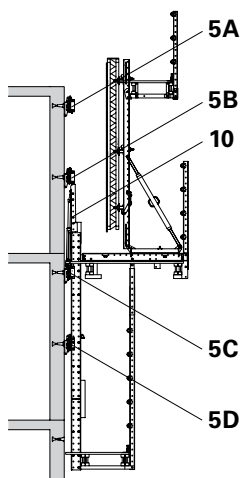

Fig. 35: Descripción Soportes de trepado RCS C
- Descripción de soportes de trepado, ver Fig. 35.